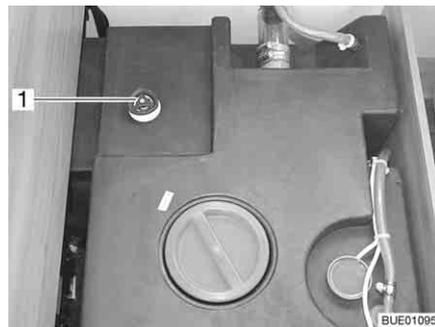

Bild 240 Wassertank mit Drehgriff
- Auf dem Wassertank den Drehgriff (Bild 240,1) im Uhrzeigersinn bis zum Anschlag drehen.
- Auf dem Wassertank den Drehgriff (Bild 240,1) entgegen dem Uhrzeigersinn bis zum Widerstand drehen. Das Wasser läuft bis auf 60 Liter aus.